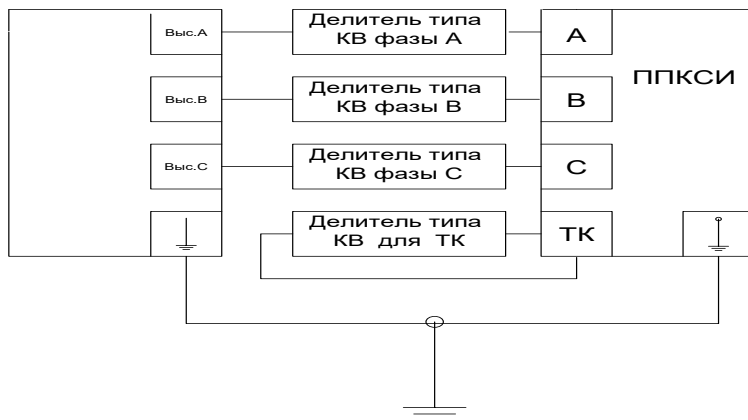

Рисунок 6. Схема подключения Заглушки Калибровки.
- подключить фазные провода заглушки калибровки ЗК (рис. 5) на место подсоединения силового кабеля, согласно рис.6;
После успешного прохождения калибровки питание прибора следует отключить, отключить ЗК и подключить силовую кабель к БВД (рис. 6).
Схема подключения заглушки калибровки для проведения калибровочных работ на вновь устанавливаемых делителях либо после замены одного из них приведена на рис. 6.